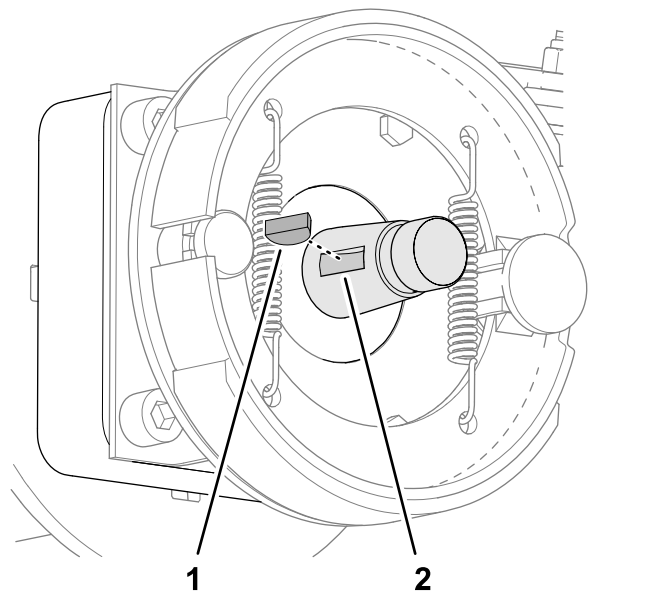

Figura 79
5. Rimuovete la chiave di Woodruff dall'albero motore della ruota (**Figura 79**).